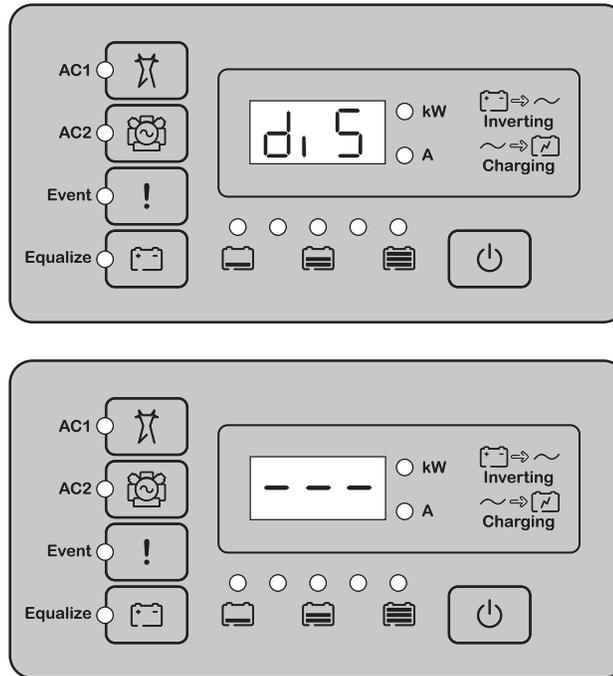

Figure 3-19 Passage en mode désactivé
- ◆ Sur le panneau d'information de l'onduleur, appuyez simultanément sur le bouton STARTUP/SHUTDOWN (Démarrage/arrêt) et sur le bouton Equalize (Égalisation). Le Conext XW+ est désormais désactivé, et *d15* (désactivé) s'affiche brièvement sur le panneau d'information de l'onduleur, suivi de “---” (comme illustré à la Figure 3-19).